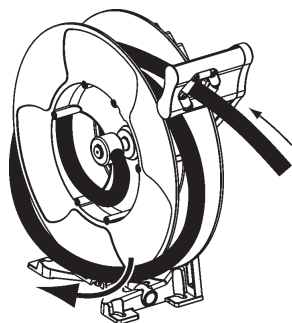

Рис. 12
2. Отмотать шланг на один оборот и потянуть шланг (рис. 12).